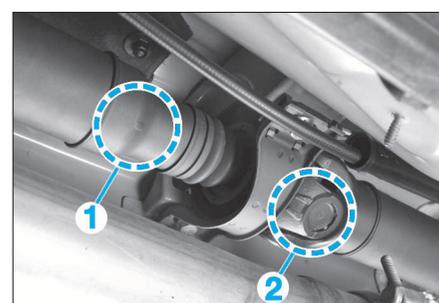

FIG. 6
- Lors de l'assemblage des 2 parties de l'arbre, veiller à faire coïncider le bossage (1) de la partie AV avec l'encoche (2) de la partie AR (Fig.6).